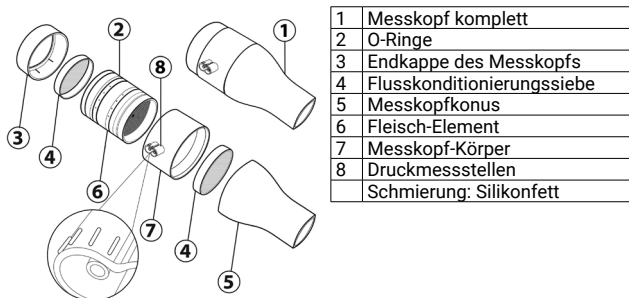

Abbildung 3: Messkopfmontage
1. Entfernen Sie den Messkopfkonus und die Endkappe des Messkopfs vom Messkopf (Abbildung 3). Untersuchen Sie die Flusskonditionierungssiebe auf Schäden oder Verunreinigungen. Wenn sie beschädigt oder blockiert sind, entsorgen Sie sie und ersetzen Sie sie durch neue Teile.